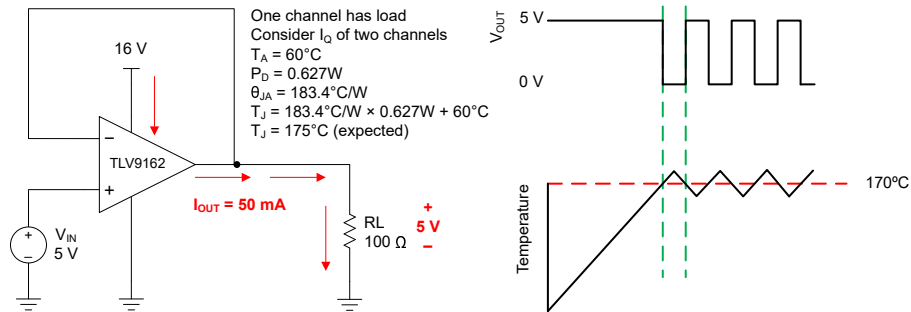

图 7-4. 过热保护
任何放大器的内部功耗都会导致内部温度（结温）升高。这一现象称为 *自热*。TLV916x 的绝对最大结温为 150°C 。超过此温度会损坏器件。TLV916x 具有过热保护功能，可减少自热造成的损坏。该保护功能的工作原理是监视器件的温度，并在温度超过 170°C 时关闭运算放大器输出驱动。图 7-4 展示了 TLV9162 的应用示例，该器件因为其功耗 (0.627W) 而产生显著的自热。在此示例中，两个通道都具有静态功耗，而其中一个通道具有很大的负载。热能计算表明，当环境温度为 60°C 时，器件结温达到 175°C 。不过，实际器件会关闭输出驱动来恢复到安全的结温。图 7-4 显示了电路在过热保护期间的行为。在正常工作期间，器件充当缓冲器，因此输出为 5V 。当自热导致器件结温升高超过内部限制时，过热保护强制输出进入高阻抗状态，并通过电阻 R_L 将输出拉至接地。如果依旧存在导致过大功耗的状况，放大器将在关断和启用状态之间振荡，直到输出故障得到纠正。请注意，热性能可能会因所选封装和 PCB 布局设计而有很大差异。此示例使用 TSSOP (8) 封装的热性能。